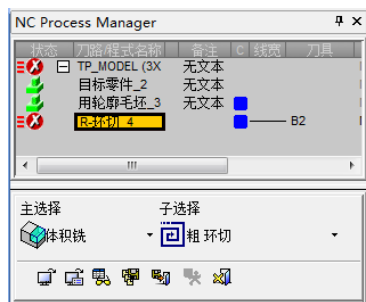

图 3-129 “NC Process Manager”对话框(1)
1) 创建程序。单击“加工向导”工具栏上的“加工程序”按钮，弹出“NC Process Manager”对话框(1)，“主选择”为“体积铣”，“子选择”为“粗环切”，如图 3-129 所示。